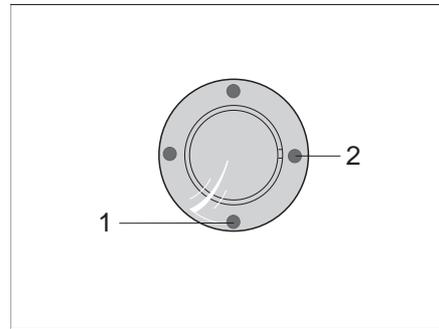
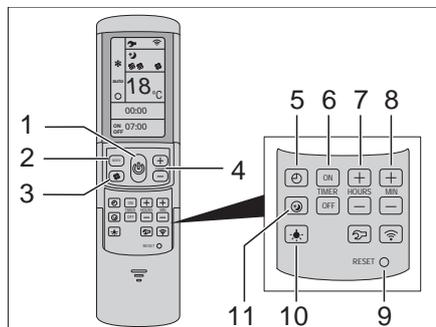

Fig. 123 Récepteur IR/Indication de fonctionnement
Fig. 124 Télécommande
La climatisation est montée sur le toit du véhicule. La télécommande (Fig. 124) pour la climatisation se trouve dans le coin cuisine.
- La climatisation est prête à fonctionner. La DEL bleue (Fig. 123,1) s'allume.
- Pour la mise en service, appuyer sur la touche (Fig. 124,1) de la télécommande. La DEL bleue (Fig. 123,1) clignote.
- Régler le mode de fonctionnement désiré avec la touche MODE (Fig. 124,2).
- Si nécessaire, régler l'étage de ventilateur désiré avec la touche (Fig. 124,3) et la température ambiante avec les touches (Fig. 124,4).
Lorsque la température réglée sur la télécommande est atteinte, la DEL bleue (Fig. 123,1) s'éteint, le compresseur s'arrête et le ventilateur à air pulsé continue de tourner.
- Pour la mise hors service, appuyer à nouveau sur la touche (Fig. 124,1) de la télécommande.
- Pour la programmation, enclencher la climatisation avec la touche (Fig. 124,1) sur la télécommande.
- Régler le mode de fonctionnement désiré avec la touche (Fig. 124,2) et la température ambiante avec les touches (Fig. 124,4).
- Sélectionner la fonction désirée avec les touches (Fig. 124,6) :
- Avec les touches (Fig. 124,7 et 8), sélectionner la durée de commutation désirée (15 minutes à 24 heures).
- Confirmer le réglage avec les touches "ON" ou "OFF" (Fig. 124,6).